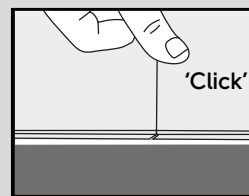

Fig. 5a
5. Una vez que el lado largo esté alineado y apretado, deje caer el extremo corto en su sitio frotando sobre la junta del extremo con el pulgar o un rodillo pequeño hasta que se oiga un "clic" (Fig 5a y 5b).